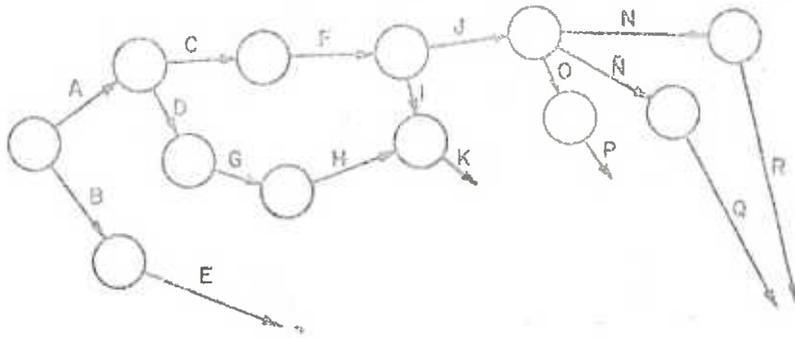

FIGURA 23
1) Reflejando la condición 12 tendremos (figura 23):